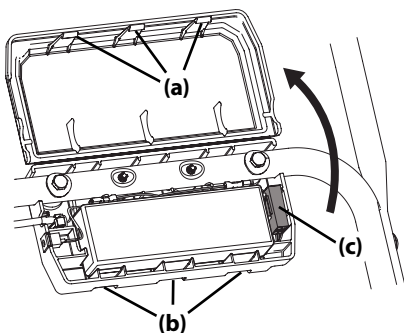

Figura 6-9
1. Suelte las tres lengüetas de traba (a) de las ranuras (b) y abra la caja de la batería. Consulte la Figura 6-9.